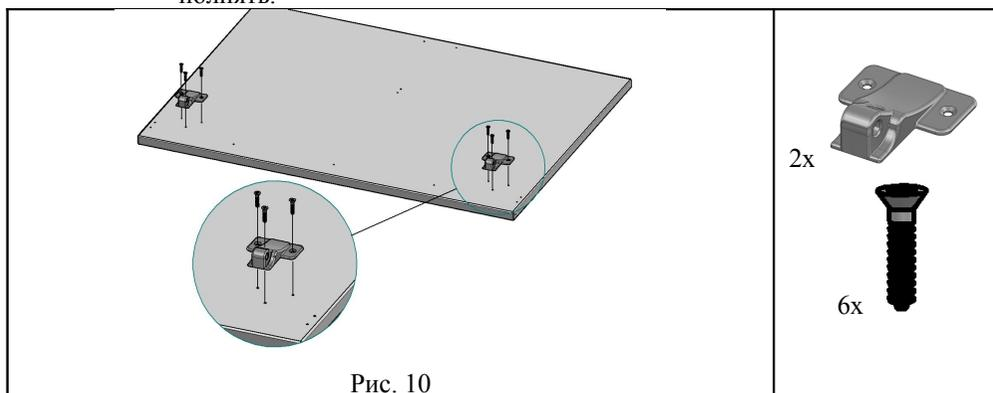

Рис. 10
4.5.1. На столешницу (поз. 5) прикрутить СУТ.11.192. Кронштейн шарнира (поз.1, пакет № 30) при помощи саморезов с потайной головкой 4x16 (поз. 2, пакет №30), см. рис. 10.